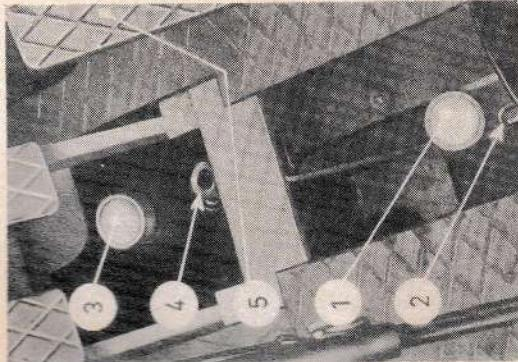

fig. 5
3. 300 Ölstand in der Umschaltkuppelung, (Bild 5) nach Herausheben des Fußbodenblechs (5) durch Öleinfüllstutzen (1) bis zur oberen Marke des Ölmeßstrabs (2) naben dem Ölneufüllstutzen auffüllen.
3. 400 Ölstand im Getriebe und in der Treibachse prüfen, (Bild 5). Falls erforderlich durch Öleinfüllstutzen (3) bis zur oberen Marke des Ölmeßstabes (4) auffüllen.